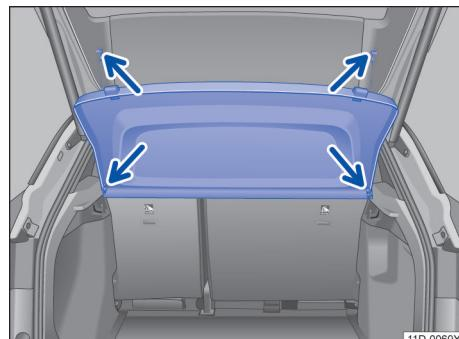

图 116 行李厢内：拆卸和安装行李厢挡板
- 将固定带从行李厢盖上摘下→图 116（上部箭头）。
- 从上方将行李厢挡板按压到侧托架内→图 116 (下部箭头)。